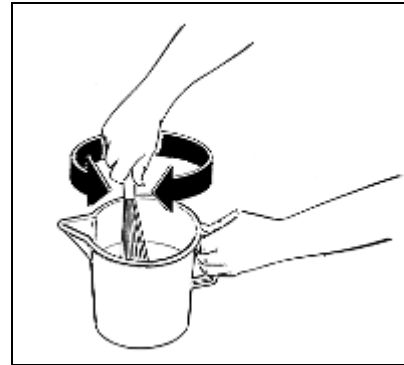

Abb. 26
- In einem Gefäß das Produkt je nach Angaben des Herstellers (siehe Abb. 26) mit Wasser oder Milch auflösen und verrühren, ohne die folgenden Mengen zu überschreiten: